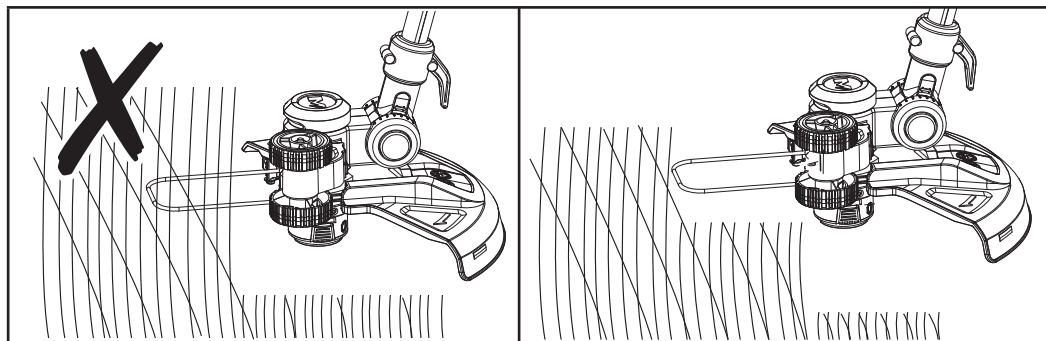

Fig. 10
- Ne pas laisser le couvercle de bobine (16) heurter le sol.
- S'assurer que la machine reste propre et exempte de débris de coupe pouvant la bloquer. Vérifier régulièrement. Relâcher l'interrupteur Marche/Arrêt (2) et débrancher la batterie (19) avant de procéder à la vérification.
- Ne pas couper les herbes hautes en une seule fois. Pour des résultats optimaux, couper les herbes hautes en plusieurs étapes (Fig. 10).